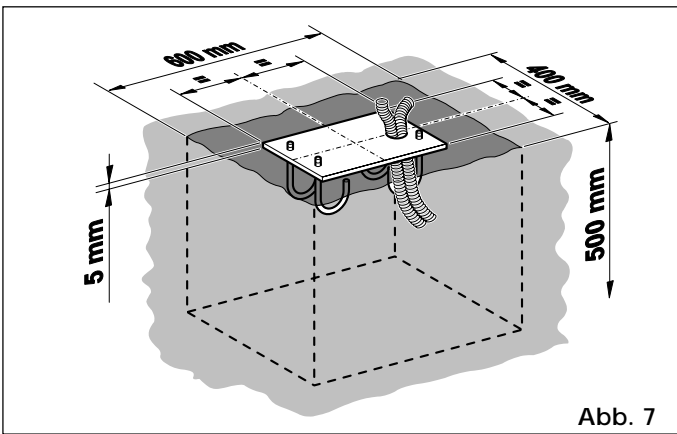

Abb. 7
- 2) Einen Zementsockel gem. Abb.7 ausführen (Beispiel für Lehmboden)
- 3) Die Fundamentplatte nach Abb.7 einmauern und hierbei eine bzw. mehrere Schutzhüllen für die Stromkabel verlegen. Die Ebenheit der Platte mit einer Wasserwaage überprüfen. Solang warten, bis der Zement abgebinden ist.